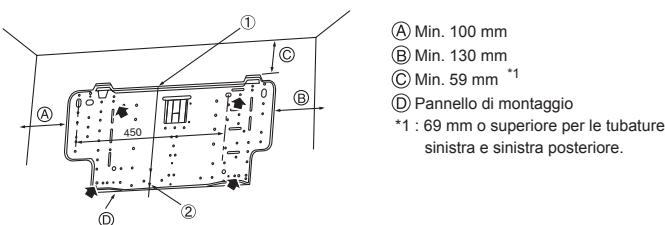

Fig. 3-3
- ▶ L'attrezzatura di montaggio deve essere fissata ad entrambe le estremità ed al centro, se possibile. Non fissarla in un solo punto od in modo asimmetrico. (Se possibile, fissare l'attrezzatura nei punti marcati con una freccia in grassetto.) (Fig. 3-3)